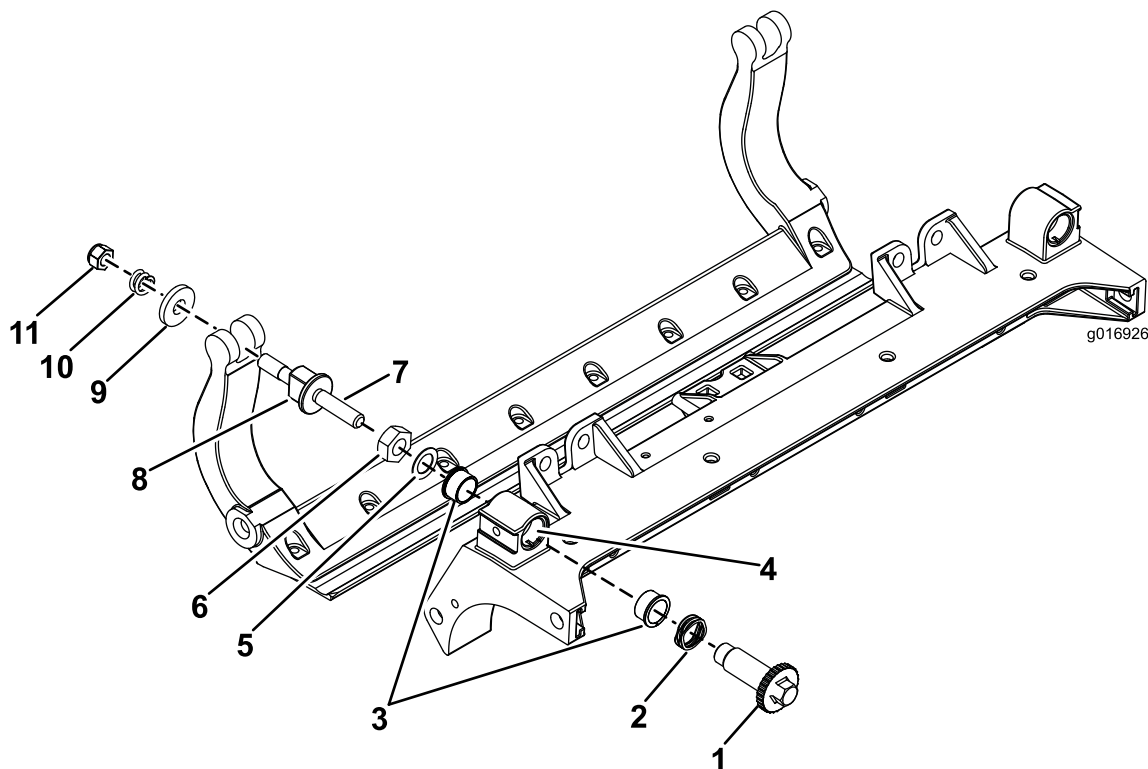

図 33
2. カuttingユニットのセンターフレームのブッシュ挿入場所にネバーシーズを塗布する (図 33)。
3. フランジブッシュのキーとフレームのキー溝を揃えて、ブッシュを挿入する (図 33)。
4. アジャスタシャフトにウェーブワッシャを通し、アジャスタシャフトをカuttingユニットのフレームのフランジブッシュに通す (図 33)。
5. 平ワッシャとロックナットでアジャスタシャフトを固定する (図 33)。ロックナットを 15-20 ft-lb (20-27 Nm=2.1-2.8 kg.m) にトルク締めする。
1. 全部のパーツを取り外す (HD DPA キット (モデル 120-7230) の 取り付け要領書 および 図 33を参照)。
9. ベッドバーボルト（とボルトについているナット）とワッシャ6枚で、ベッドバーを各サイドプレートに固定する。ナイロンワッシャはサイド・プレートの両側のボスに嵌め込む。その外側からスチール製ワッシャを取り付ける（図 33）。ベッドバーボルトを 27-33 ft.-lb（37-45 N-m = 4.6-1.7 kg.m）にトルク締めする。左右の遊びが完全になくなって外側のスチール製ワッシャが回らなくなるまで（ただし決して締めすぎになったりサイド・プレートが変形したりしていない）ロックナットを締め付ける。内側のワッシャには遊びがあってよい（図 33）。
10. 各ベッドバーアジャスタ・アセンブリを締め付けて圧縮スプリングを完全に圧縮し、そこから1/2回転だけ戻す（図 33）。